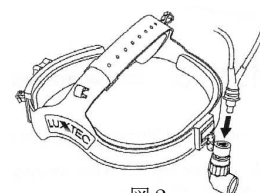

図 2
1) バイファークートプラス ファイバークーブル (以下ファイバークーブル) をヘッドライトモジュールに接続する。(図 2)